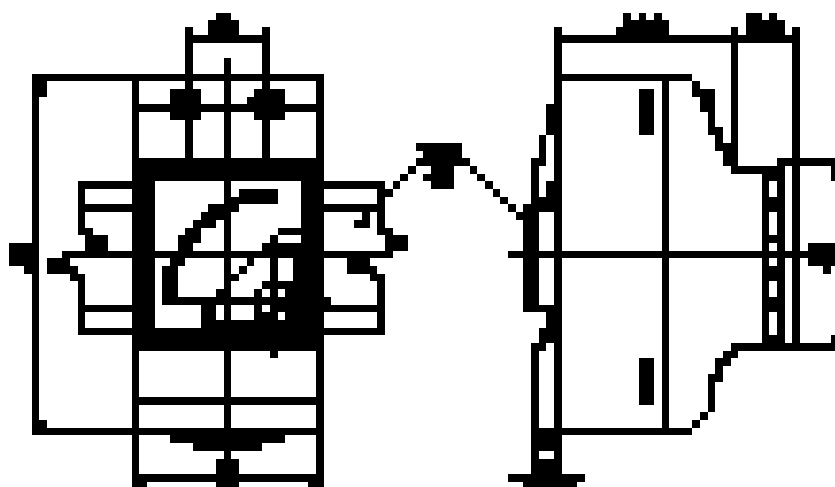

Fig. 1. Dimensiones externas de EB16.
*) Se refiere a los medidores EA16, para las dimensiones del marco frontal de los medidores EB16, ver Fig.1.